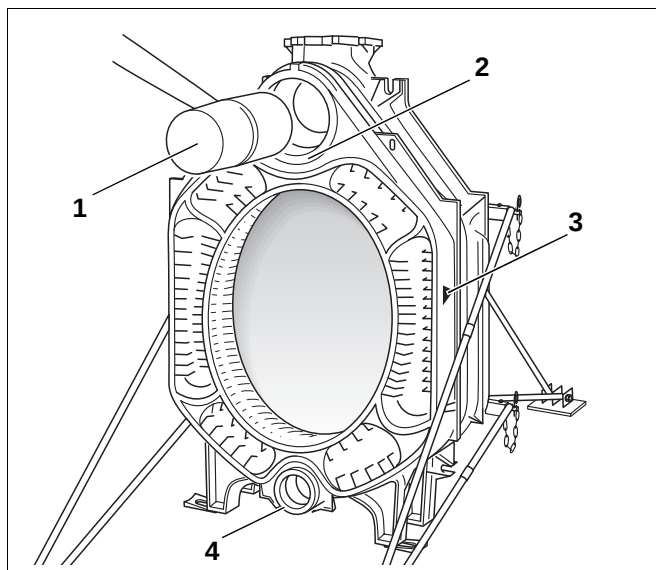

Fig. 15 Montering av midtelementet
- Sett midtelementet med øvre og nedre nav (fig. 15, **pos. 2 og 4**) på niplene i bakelementet. Innbyggingsretningspilen (fig. 15, **pos. 3**) må peke bakover.
- Bank det første midtelementet mot bakelementet ved hjelp av en tre- eller gummihammer (fig. 15, **pos. 1**).